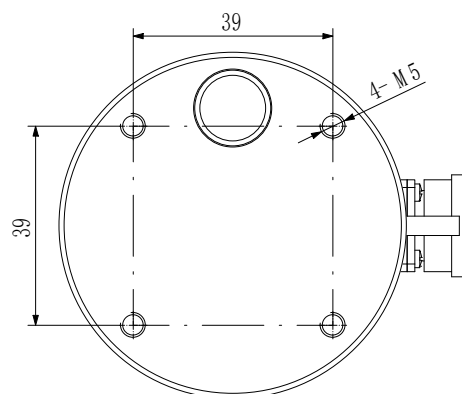

图 4.2 设备顶部安装孔
- 外壳：铝合金外壳+阳极处理，顶部有 4 个 M5 安装孔，螺纹深度为 7，距离见图 4.2。